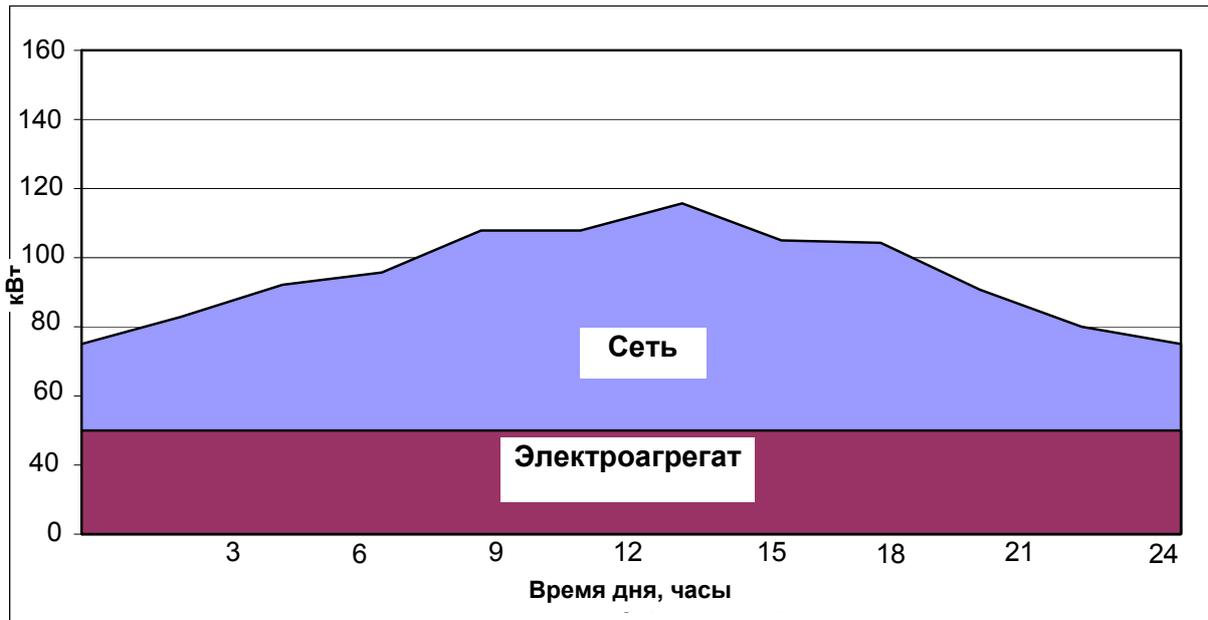

Рисунок 64 Нормальная работа ГТЭА
- При нормальной работе вырабатываемая электроагрегатом электроэнергия постоянно выдаётся в местную электрическую сеть и удовлетворяет основные потребности потребителя в электроэнергии, определяемая как базовая электроэнергия. Рис. 64 иллюстрирует нормальный режим работы ГТЭА. Например агрегат выдаёт 50 кВт основной мощности, а местная электрическая сеть компенсирует колебания в сети.